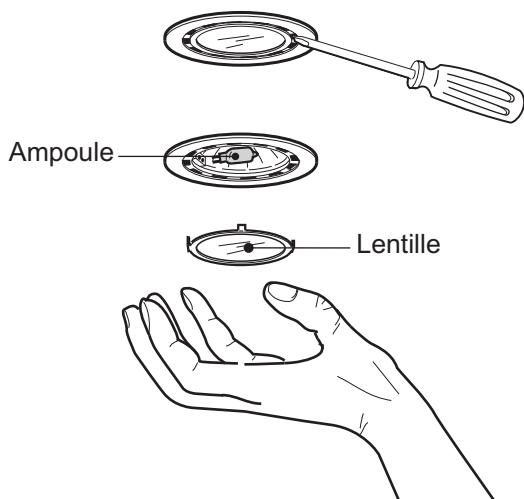

Figure 4 : Remplacement des ampoules halogènes
- À l'aide de la lame d'un tournevis plat ou d'un outil équivalent, détachez les lentilles de protection en faisant levier, comme illustré sur la Figure 4.